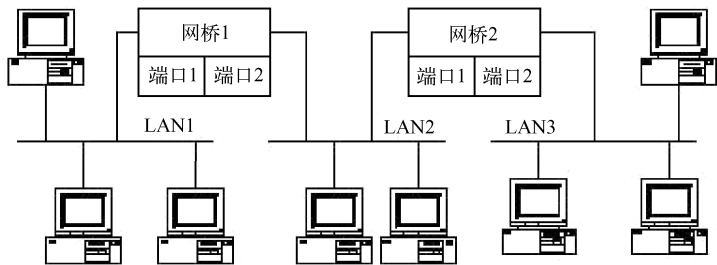

图 8-10 网桥应用实例
11) 网桥 (Bridge): 也叫桥接器, 是连接两个局域网的一种存储/转发设备, 它能将一个大的 LAN 分割为多个网段, 或将两个以上的 LAN 互联为一个逻辑 LAN, 使 LAN 上的所有用户都可访问服务器。网桥将网络的多个网段在数据链路层连接起来, 网桥的应用如图 8-10 所示。西门子的 DP/PA Coupler 模块就是一种网桥。